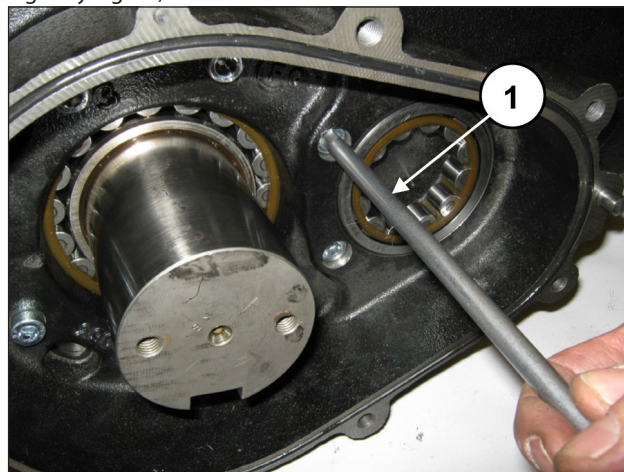
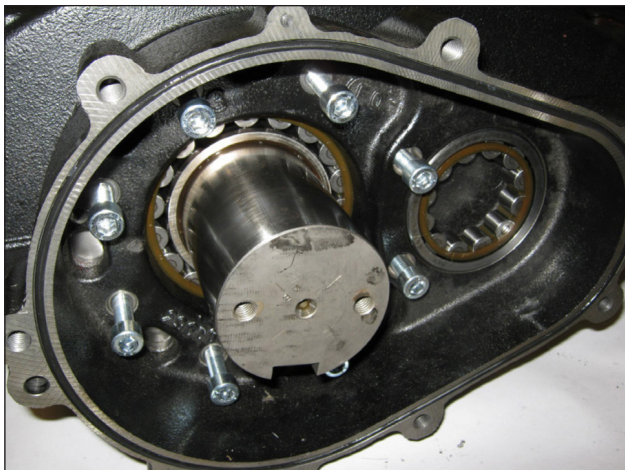

Fig. 21
Fig. 22
Aflojar los tornillos de fijación de la caja del reductor (pos. ①, Fig. 21 y Fig. 22).